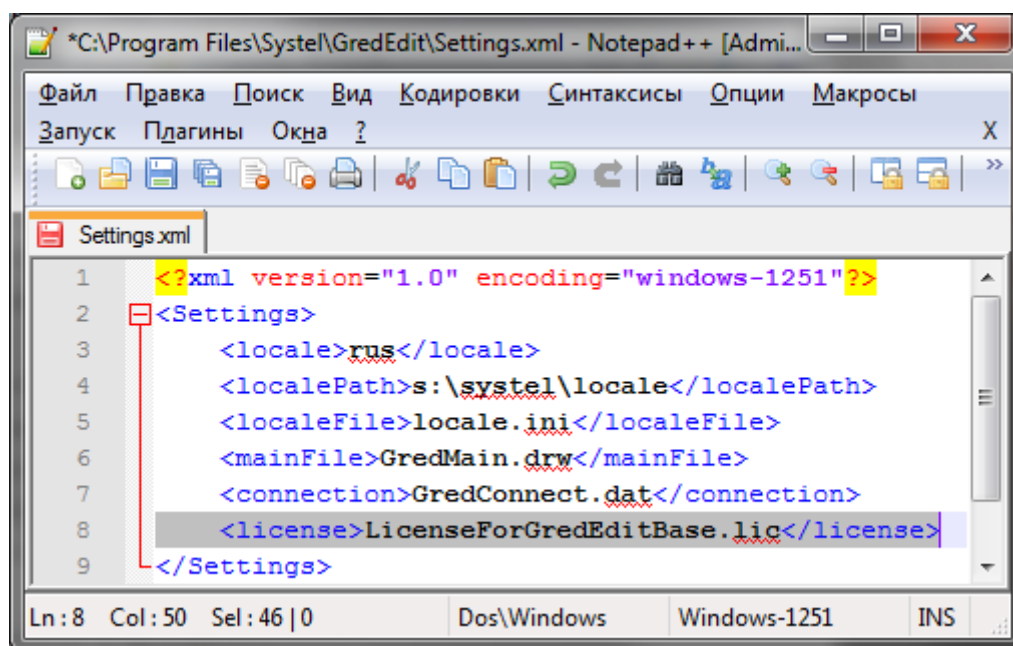

Рисунок 3.32 – Файл «**Settings.xml**»
- Если файл лицензии имеет имя, отличное от "**LicenseForGredEdit.lic**", то в файл «**Settings.xml**» необходимо добавить строку с названием лицензионного файла **<license>NameofLicense.lic</license>** (Рисунок 3.32). Сохранить изменения и закрыть файл;